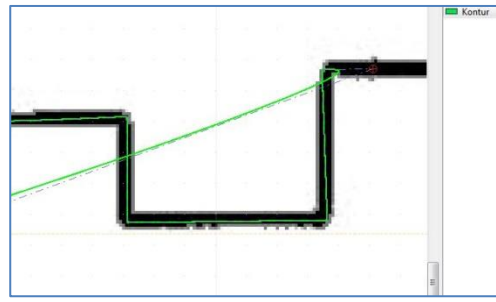

Bild 19
- Kontrollpunkt durch dreifaches Klicken gesetzt (Bild 19)